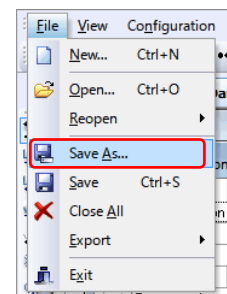

図 3-12
**File** メニューから、**Save As...** を選択します（図 3-12 参照）。
**File** メニューから、**Exit** を選択します（図 3-12 参照）。